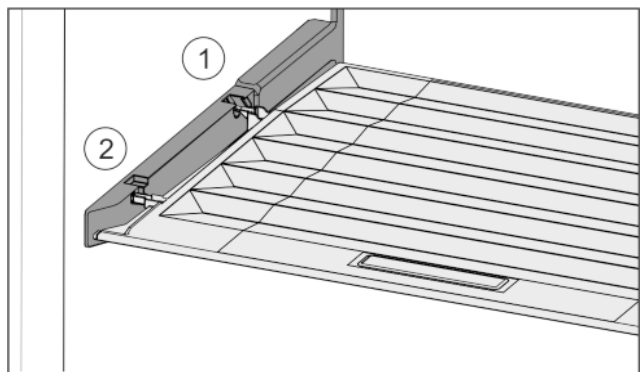

Fig. 34
- ▶ Introduire les rainures du couvercle par l'orifice du support arrière Fig. 34 (1) et les enclencher à l'avant dans le support Fig. 34 (2).